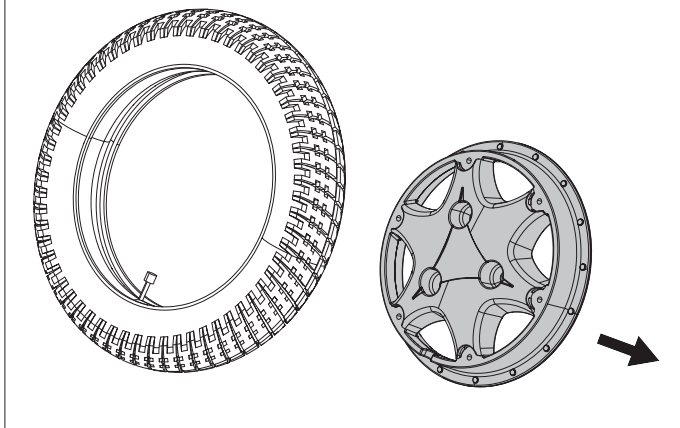

Fig. 8.8
- Deslice cuidadosamente la cámara y extráigala del neumático (Fig. 8.8).